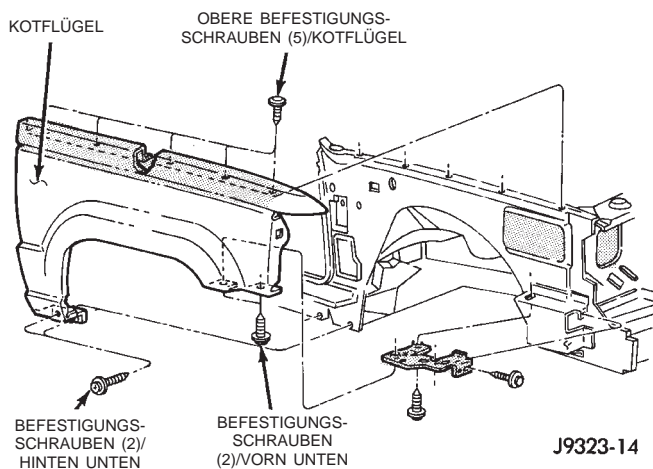

Abb. 12 Befestigung des Kotflügels
- (8) Befestigungsschrauben an der vorderen Kotflügelhalterung lösen (Abb. 12).
- (9) Befestigungsschrauben des Kotflügels lösen, mit denen er hinten unten an der A-Säule befestigt ist.
- (10) Die oberen Befestigungsschrauben oben am Kotflügel lösen.
- (11) Kotflügel vom Innenkotflügel abbauen.